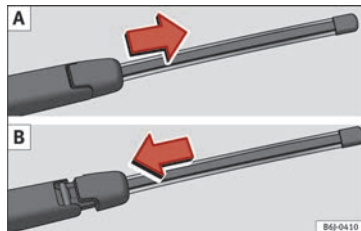

Abb. 172 Heckwischerblatt abnehmen und einsetzen.
- Schieben Sie den Wischerblattadapter in Pfeilrichtung und ziehen Sie das Wischerblatt ab »» **Abb. 172 A.**
» Abb. 172 B gezeigt und schieben Sie